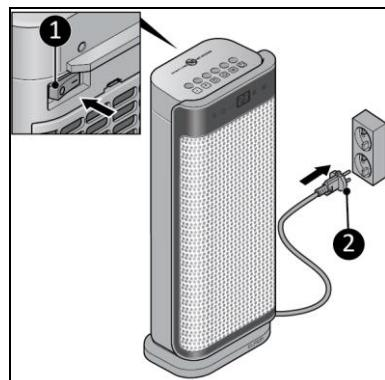

Abbildung 7
2. Stellen Sie sicher, dass sich das Gerät in der AUS-Position befindet (Abbildung 7, Pos. 1).
4. Stecken Sie den Netzstecker (Abbildung 7, Pos. 2) in eine leicht zugängliche geerdete Steckdose. Verwenden Sie eine Steckdose mit einer Mindestleistung von 2000 Watt.